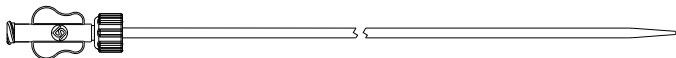
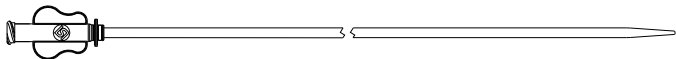

Fig. 3 Dilatore (serie 800)
Fig. 4 Dilatore (serie 550/700/900)
- 2) Dilatore (Fig. 3 e Fig. 4)